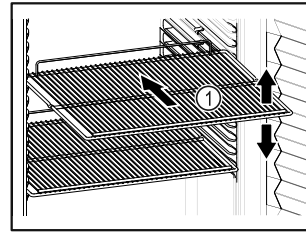

Fig. 56 Esimerkkikuva
- Sovita siirrettävät ritilätasot Fig. 56 (1) korkeuden mukaan.